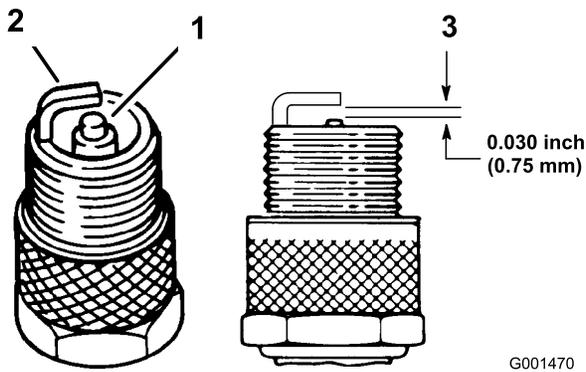

Figure 43
4. Vérifiez l'état des électrodes latérale et centrale, ainsi que de l'isolateur de l'électrode centrale (Figure 43).
5. Réglez l'écartement entre les électrodes centrale et latérale à 0,762 mm (Figure 43).